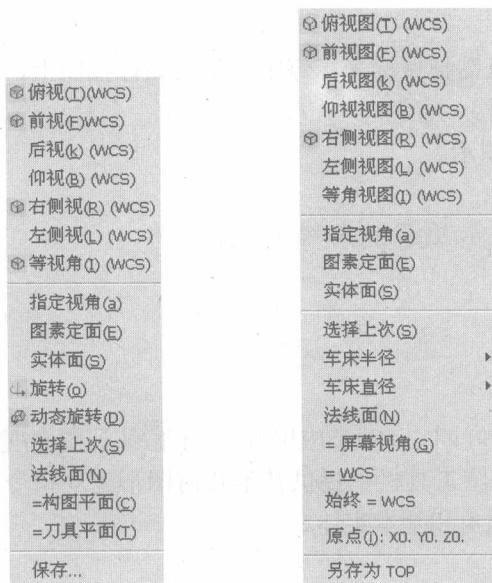

图 1.13 “屏幕视角”
- **屏幕视角:** 图形视角设置, 单击该按钮弹出如图 1.13 所示的“屏幕视角”子菜单, 选择其中一个视角方向。